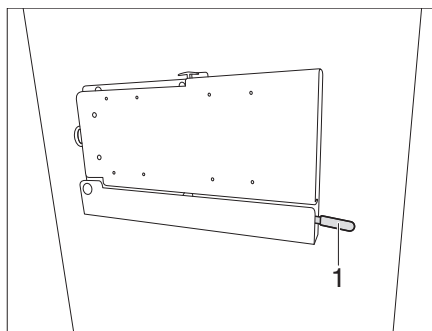

Fig. 134 Soporte con brazo articulado (variante 3)
- Empujar la palanca (Fig. 134,1) hacia abajo.
- Para bloquear la palanca (Fig. 134,1), volver a mover hacia arriba.